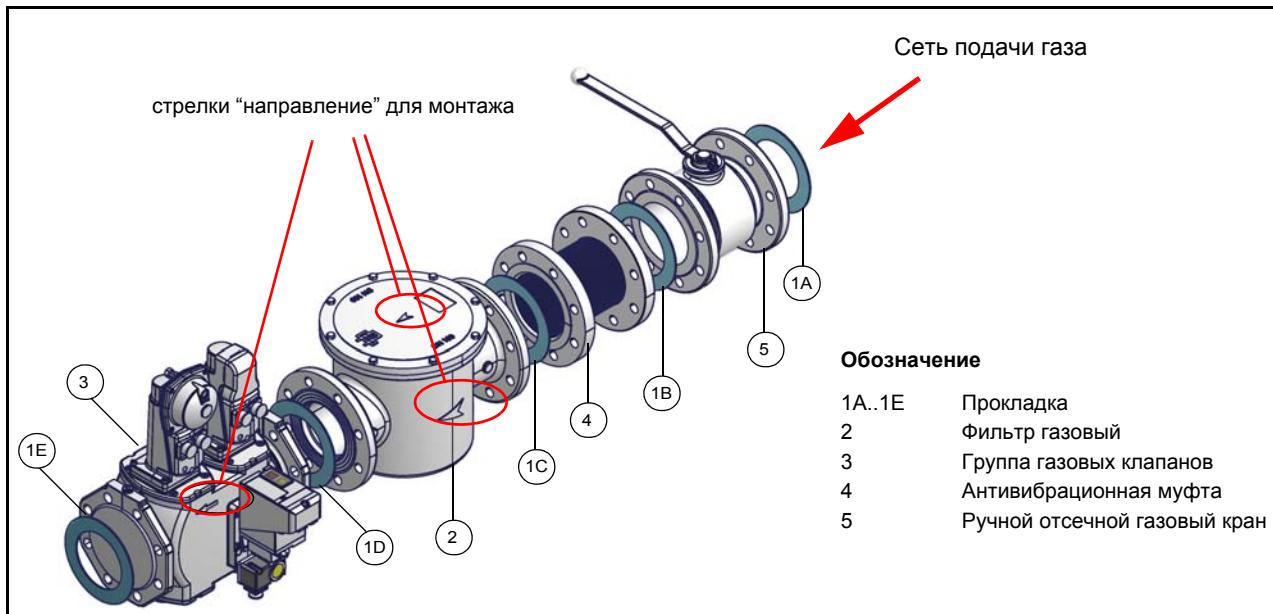

Рис. 8 - Пример газовой рампы
- 1) б) при фланцевых соединениях: между соседними компонентами устанавливать прокладку (1A..1E - Рис. 8), совместимую с используемым газом,
ВНИМАНИЕ: после монтажа газовой рампы согласно схеме на Рис. 8, необходимо провести тестирование на герметичность газового контура, согласно требований действующих нормативов.